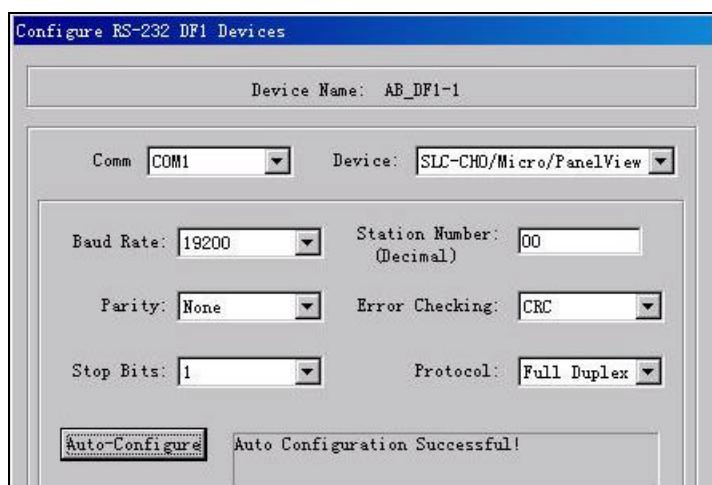

图 3-129 组态成功画面
(5) 单击 OK, 会弹出如图 3-129 所示窗口, 单击 Auto-Configure (自动组态), 若显示“Auto Configuration Successful !”, 则表示组态成功。